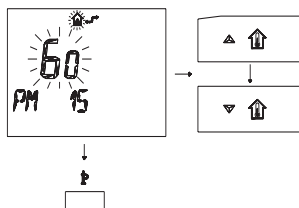

Figura 5.32 Remoto.
- 4 Modificare il SET programmato agendo sui pulsanti  o  fino a visualizzare un set di 60, aspettare che il numero programmato cominci a lampeggiare (Figura 5.32)